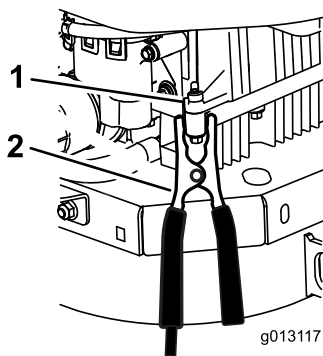

Figure 53
6. Faites la dernière connexion sur le **bloc-moteur** (pas sur la borne négative de la batterie) de la machine avec la batterie à plat, à l'écart de la batterie, et reculez vous (Figure 53).